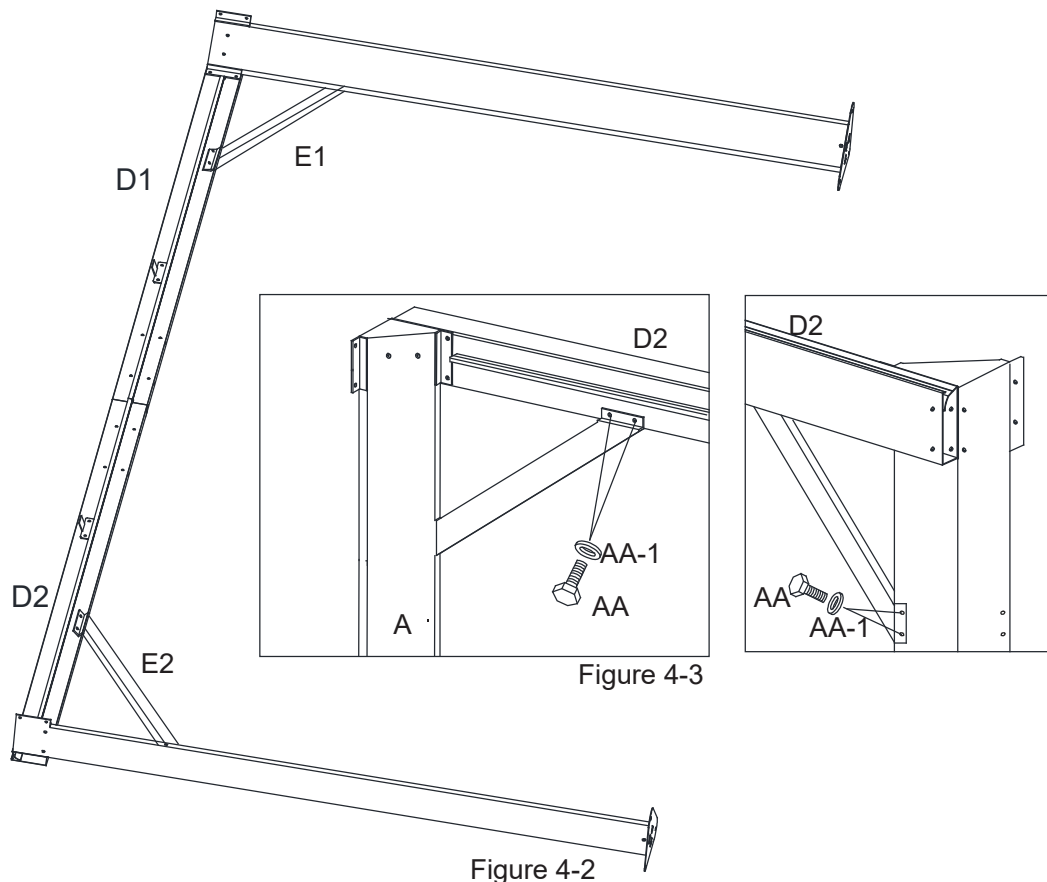

Figure 4-2
- 4.2. Répéter l'opération pour les linteaux longs (D1 et D2) et les poteaux d'angle (A) de l'autre côté. Voir la figure 4-2.